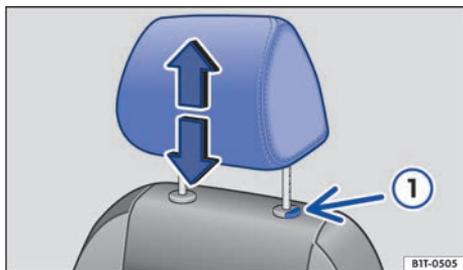

Fig. 36 Ajuste de los apoyacabezas.
- Desplace el apoyacabezas en el sentido de una de las flechas: o bien hacia arriba, o bien hacia abajo a la vez que presiona la tecla ⇒ fig. 36 ① ⇒ .